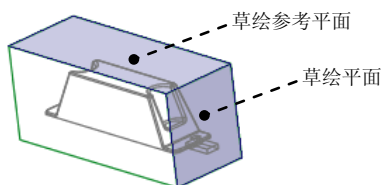

图 12.28 定义草绘平面
(1) 单击 **分型面** 功能选项卡 **形状** 区域中的“拉伸”按钮 ，此时系统弹出“拉伸”操控板。
(2) 定义草绘截面放置属性。右击，从系统弹出的菜单中选择 **定义内部草绘...** 命令；在系统  **选择一个平面或曲面以定义草绘平面。** 的提示下，选取图 12.28 所示的坯料表面为草绘平面，然后选取图 12.28 所示的坯料表面为参考平面，方向为 **上**；单击 **草绘** 按钮，至此系统进入截面草绘环境。